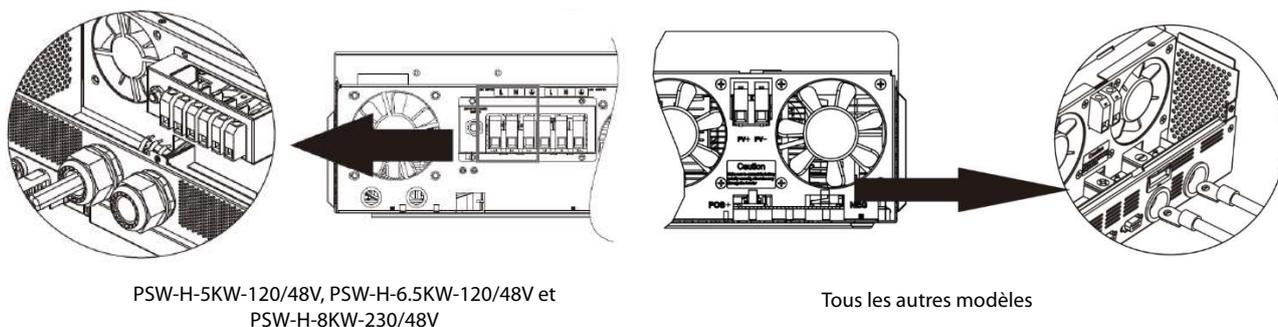

Fig. 6 : Connexion de la batterie
- Retirez les écrous préinstallés des boulons de bornier de connexion de la batterie. Insérez la cosse à anneau des câbles de batterie à travers les trous de boîtier (presse-étoupes pour les modèles 120 Vac) et à plat sur le bornier de connexion de batterie correspondant (**Fig. 6**). Vissez les écrous précédemment retirés avec un couple de 5 Nm, 3,7 lbf-ft (PSW-H-5KW-120/48V, PSW-H-6.5KW-120/48V et PSW-H-8KW-230/48V) ou 2 ~ 3 Nm, 1,5 ~ 2,2 lbf-ft (tous les autres modèles). Assurez-vous que les cosses à anneau reposent bien sur les connecteurs.